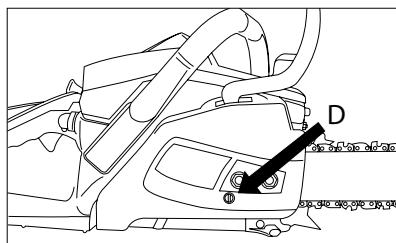

Рис. 11
1. Разхлабете гайки за крепеж на шината (защитен капак заедно със спирачен щит), повърнете регулировъчен винт (D) по часовниковата стрелка, за да натегнете веригата. За да намалите натягане на веригата, повърнете регулировъчен винт (D) срещу часовниковата стрелка. Убедете се, че веригата е разположена по цялата периферия на шината (рис. 11).